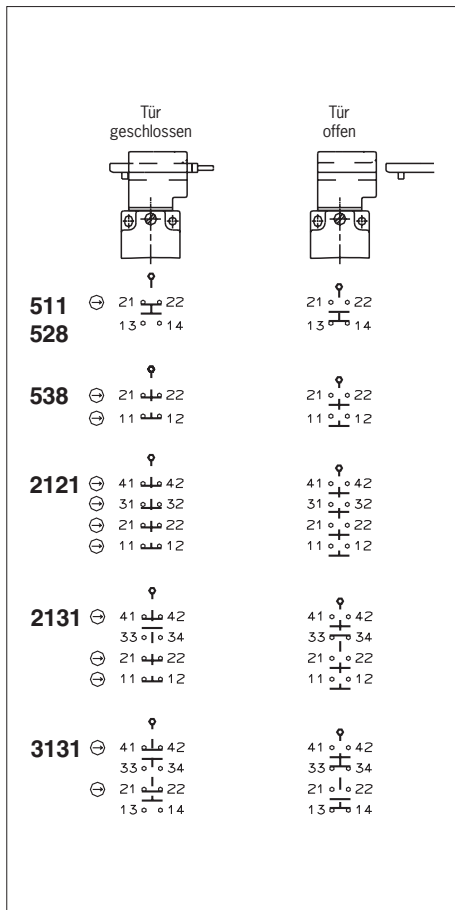

Bild 2: Schaltelemente und Schaltfunktionen
Es muss mindestens ein Kontakt ⊖ verwendet werden. Dieser signalisiert den Zustand der Zuhaltung (Kontaktbelegung siehe Bild 2).
2. Anschließen und Klemmen mit 0,5 Nm anziehen (Kontaktbelegung siehe Bild 2).